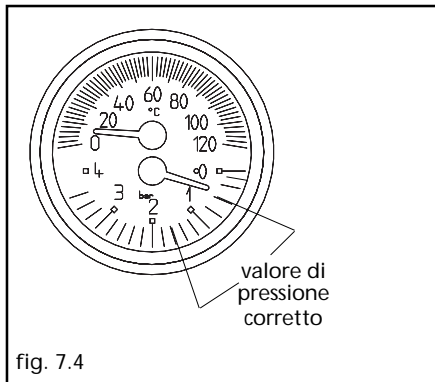

fig. 7.4
- Verificare la pressione di carico dell'impianto di riscaldamento indicata dal manometro (fig. 7.4).